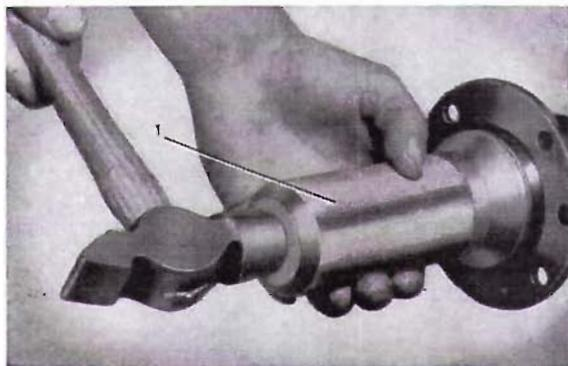

Abb. 31 Einbau des äußeren Lagerrings
3. Kegelrollenlager mit erstklassigem Multipurposefett auf Lithiumbasis einfetten. Achswellen in die Hinterachse einschieben. Äußeren Lagering mit Buchse SVO 2205, siehe Abb. 31, einbauen.